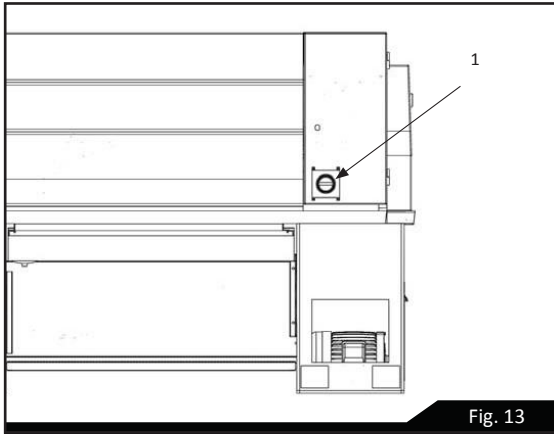

Fig. 13
- (1) **INTERRUPTEUR D'ALIMENTATION** : lorsque l'interrupteur d'alimentation principal (1) est allumé sur le couvercle électrique, le témoin pilote (2) est activé, tout comme l'électricité. (Voir la Figure 13).
- (2) **INDICATEUR D'ALIMENTATION** : le témoin de l'indicateur s'allume lorsque l'alimentation est activée.
- (3) **COMMUTATEUR D'ARRET D'URGENCE** : appuyez sur le bouton-poussoir ROUGE pour désactiver l'alimentation électrique, pour couper le moteur principal et la pompe du liquide de refroidissement.
- (4) **BOUTON JOG** : Appuyez sur le bouton VERT pour déplacer légèrement la broche, cela permet de sélectionner la vitesse de la broche très facilement. (avec le levier de rotation de la broche en position neutre).
- (5) **SELECTEURS DE VITESSE VARIABLE** : pour le réglage de la vitesse de la broche.
- (6) **Tableau de vitesse de la broche.**
- (7) **Interrupteur ON/OFF de la pompe de refroidissement.**
- (8) **Interrupteur du couvercle d'extrémité** : lors du fonctionnement d'ouverture de la porte de couvercle d'extrémité pour le réglage ou la maintenance, tous les déplacements de rotation sont arrêtés immédiatement.